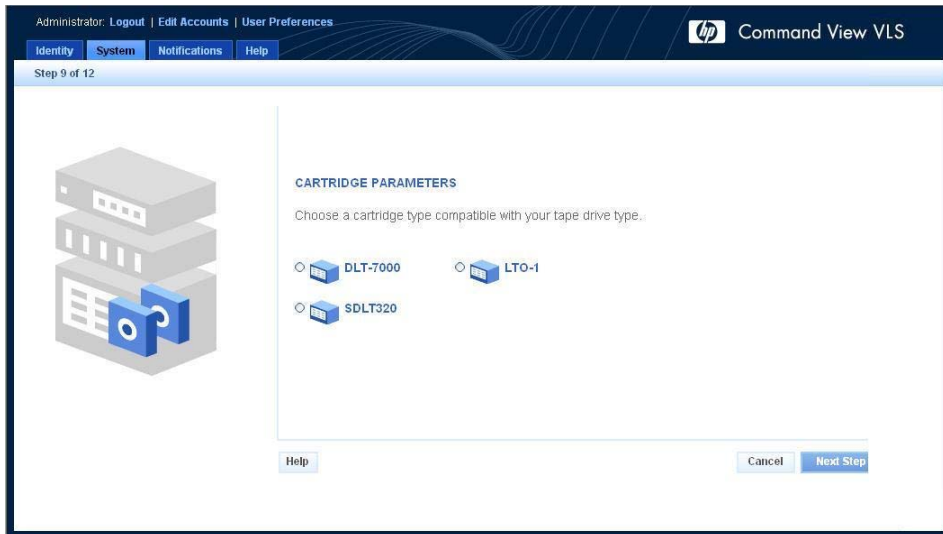

Figura 36 Ventana Create Virtual Library Wizard (Asistente para la creación de bibliotecas virtuales) (9 de 12)
6. Seleccione el tipo de cartucho físico que desee emular (Figura 36).